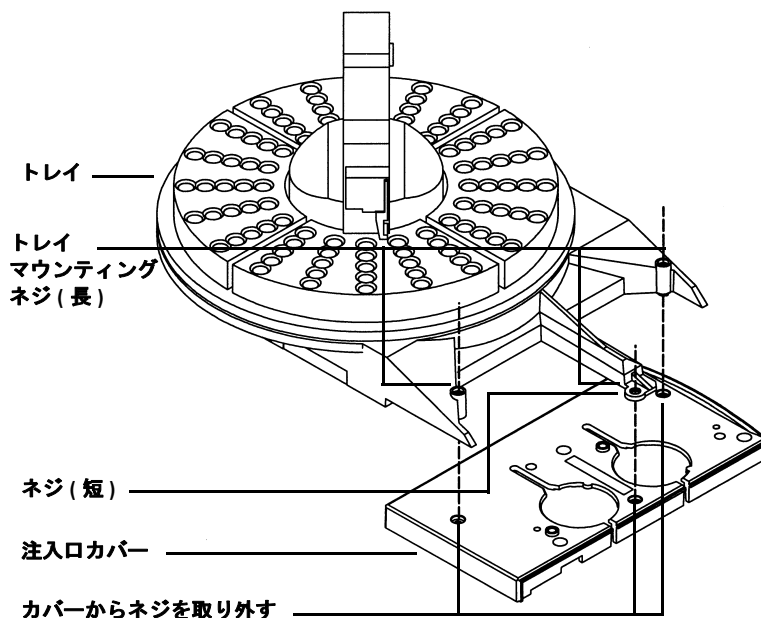

図21 トレイを取り付ける
- 1 注入口カバーの3本のトルクスネジを取り外します(図21)。